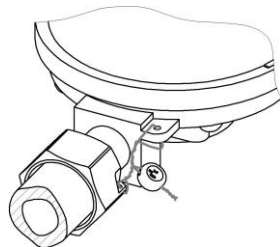

Рисунок 2
5.11.1 Установить счетчик на вертикальном или горизонтальном участке газопровода (рисунок 2). **ВНИМАНИЕ!** *Направление стрелки на корпусе счетчика должно совпадать с направлением потока газа в газопроводе.* Допускается установка счетчика в любом удобном для потребителя положении, не противоречащем правилам установки и монтажа газового оборудования. Наличие прямых участков до и после счетчика не требуется.